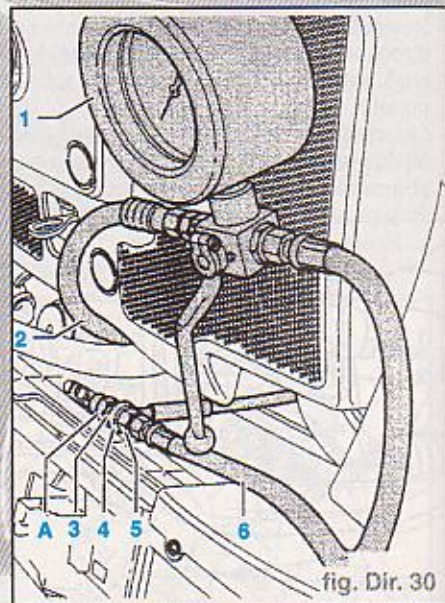

fig. Dir. 30
- Raccorder le manomètre **VAG 1402** (fig. Dir. 30).